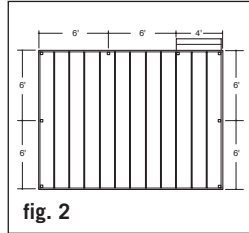

fig. 2
Step 1: Determine the number of railing posts needed for your deck. Post spacing of 6' on-center is recommended. Example – a 12'x16' deck attached to a building with a 4' access opening on one side will require a total of 8 posts (Figure 2).
Étape 1 : Déterminez le nombre de poteaux de traverse nécessaires pour votre terrasse. On recommande un espacement de poteaux de 6 pi centre-à-centre, Exemple – une terrasse de 12x16 attachée à un édifice avec une ouverture d'accès de 4 pi d'un côté exigera en tout huit poteaux (figure 2).